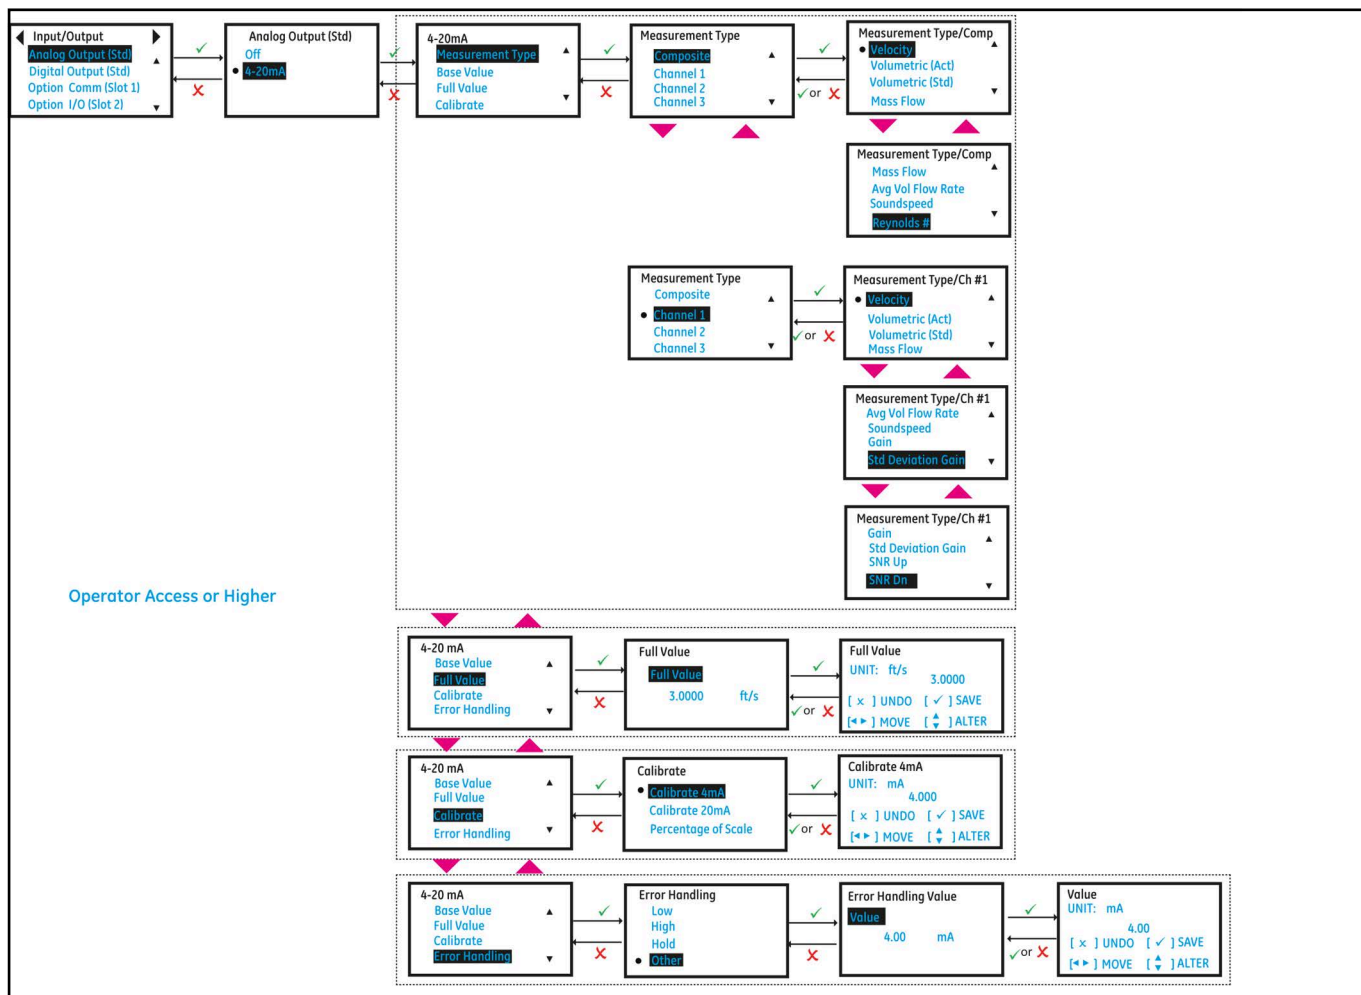
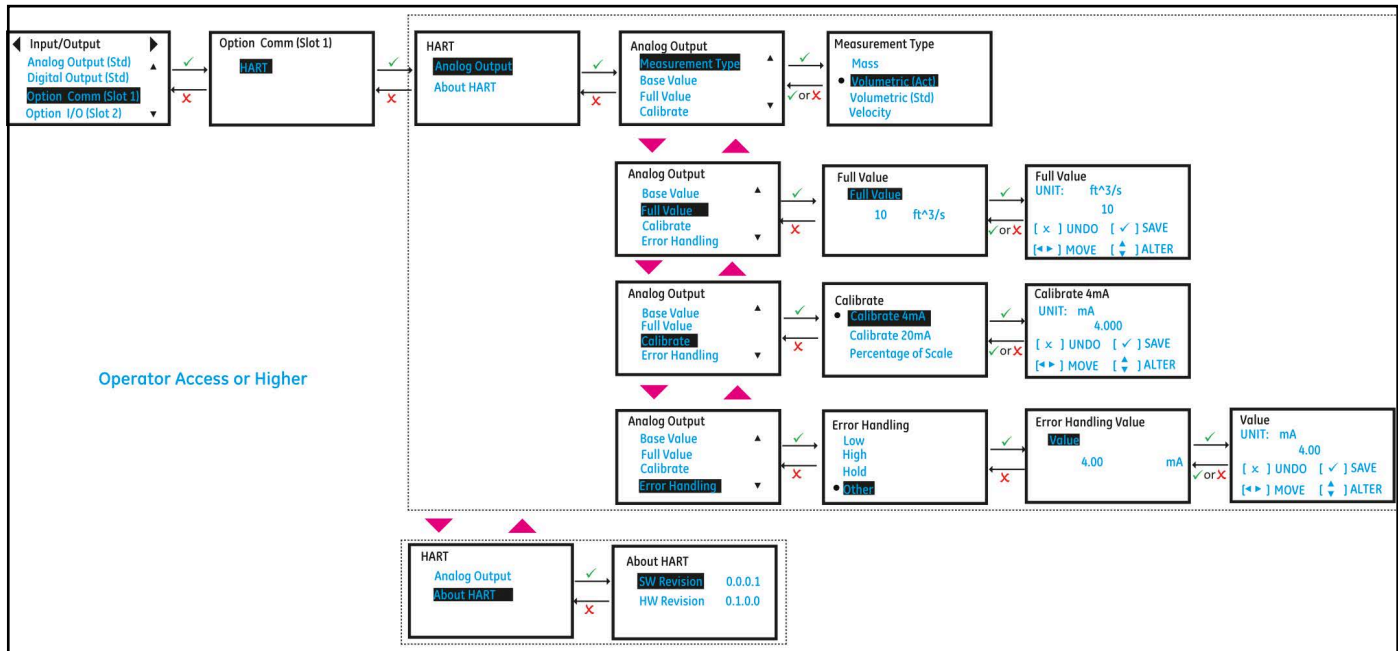

Figura 31: Configuración de la salida analógica
Figura 35: Opción Ranura-1 Configurada como HART
3. Si va a conectar una salida analógica, elija la opción 4-20mA. La siguiente dirección *Figura 31* muestra las opciones disponibles.
2. Puede configurar la **Analog Output / salida analógica** con la opción HART. Consulte la *Figura 35* y la *Figura 31*.